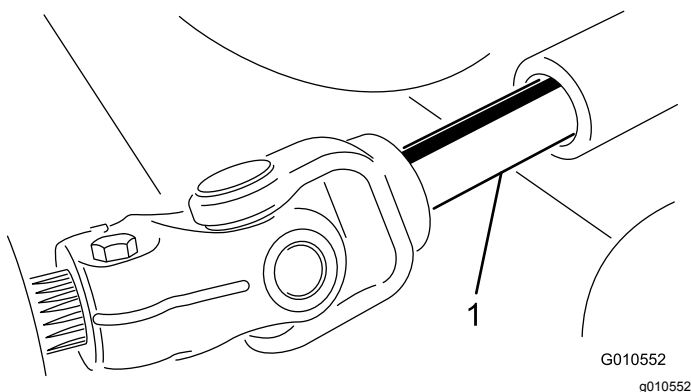

Figura 23
5. Rode a unidade de corte afastando-a da unidade de tração, separando as secções macho e fêmea do veio da tomada de força (Figura 23).
3. Deslize o veio macho da tomada de força ao veio fêmea da tomada de força (Figura 23).